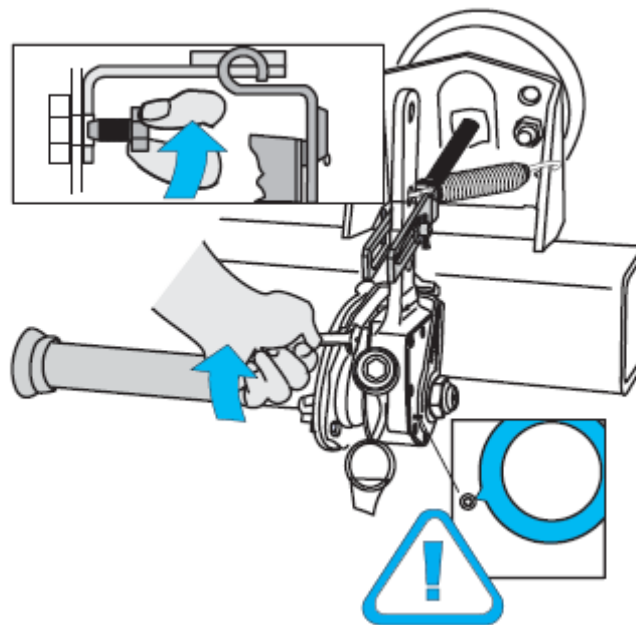

Рис. 7
6. Зафиксировать регулировочную скобу, затянув болты крепления скобы (Рис. 7)